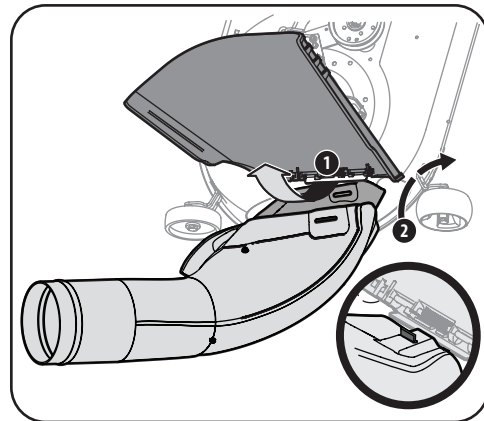

Figure 4-13
- Relevez le déflecteur d'éjection du plateau de coupe (1), puis installez le coude de la goulotte. Voir Figure 4-13.